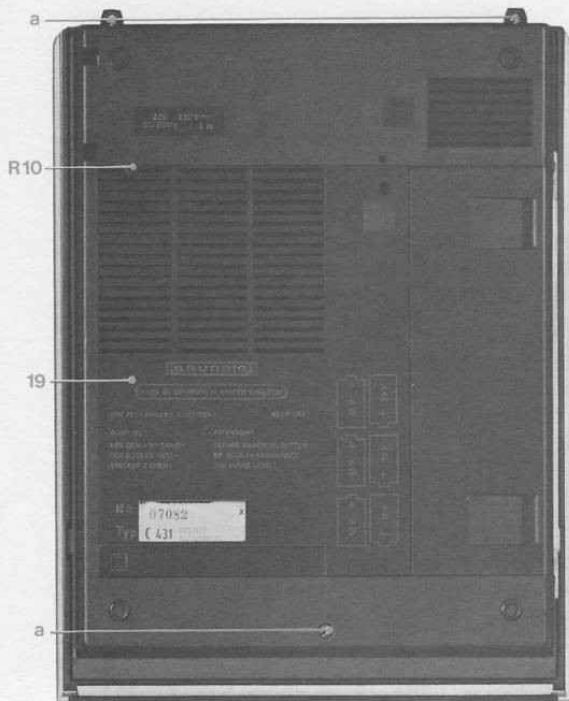

Fig. 2 Démontage du fond
DÉMONTAGE DU FOND (19) [figure 2]